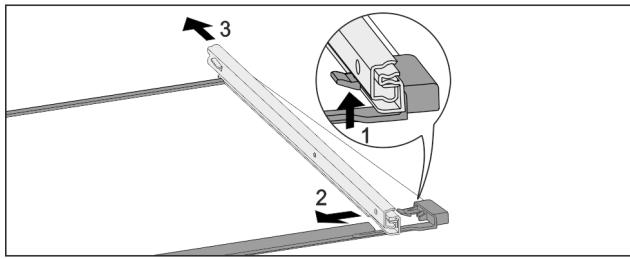

Fig. 164 Стъклена плоча с релси
- ▶ Натиснете нагоре предните фиксиращи палци. Fig. 164 (1)
- ▶ Пълзнете изтеглящата релса настрани Fig. 164 (2) и назад Fig. 164 (3).